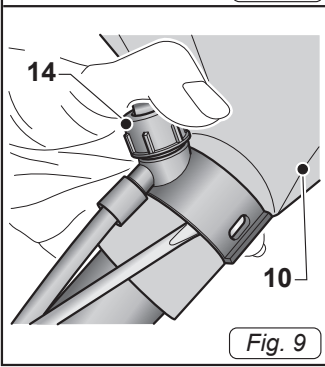

Fig. 9
- Установите сопло (14 Рис. 9) на сопло (10 Рис. 9), подключение их в соответствующих удары в сопло (10 Рис. 9).